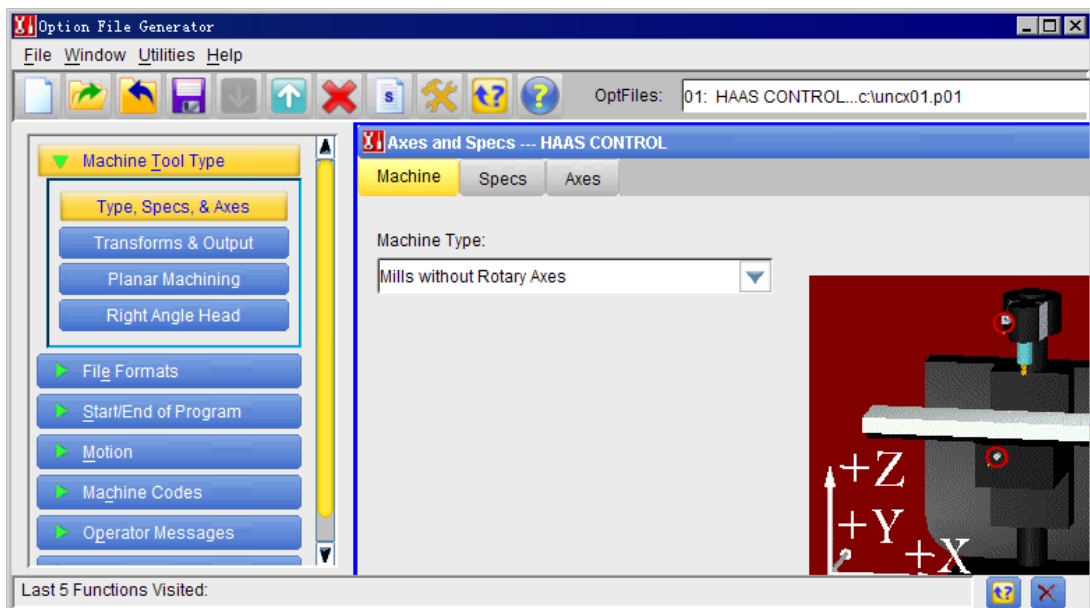

图 9.3.6 创建完成的“机床类型”对话框
注意：图 9.3.6 所示为选择铣床类型时，后置处理器初始化方式为默认的后置处理器。如果用户选择不同的机床类型、不同的初始化方法，其创建的后置处理器也不同。
Step6. 最后单击  按钮，则新的后置处理器创建完成。创建完成后的结果如图 9.3.6 所示。此时用户就可以开始对所选的选配文件进行设置和修改了。